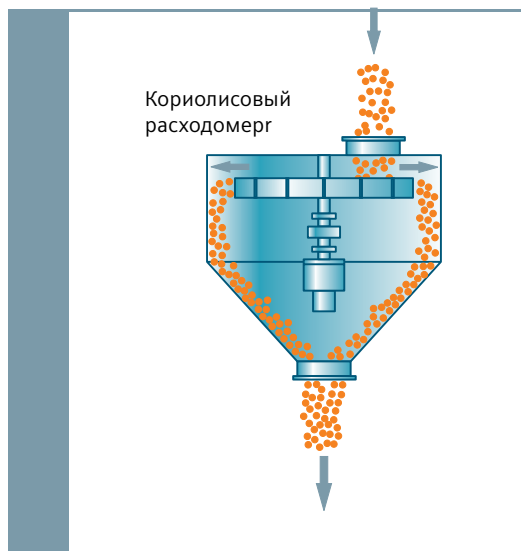

Рис. 3: Материал, поступающий в кориолисовый расходомер, попадает на лопасти, приводимые в движение электродвигателем.
3. **Кориолисовый** – кориолисовый расходомер сыпучих веществ не использует тот же принцип, что и для жидкости. Для измерения сыпучих тел, вещество, попадая в расходомер, падает на лопасти, вращаемые электродвигателем. Двигатель подключен к удерживающему рычагу, на который установлен датчик веса. Подача материала изменяет силу кориолиса, соответственно меняя крутящий момент двигателя. Датчик веса обнаруживает это и посылает сигнал на интегратор, который переводит его в расход (рис. 3).